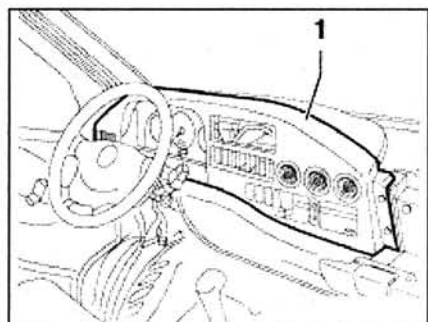

Рис. 8.20. Отцепите панель **1** щитка приборов сверху и переместите назад. Отсоедините разъемы от всех выключателей. Снимите панель **1**.
9. Отцепите панель **1** щитка приборов сверху и переместите назад (рис. 8.20). Отсоедините разъемы от всех выключателей. Снимите панель **1**.